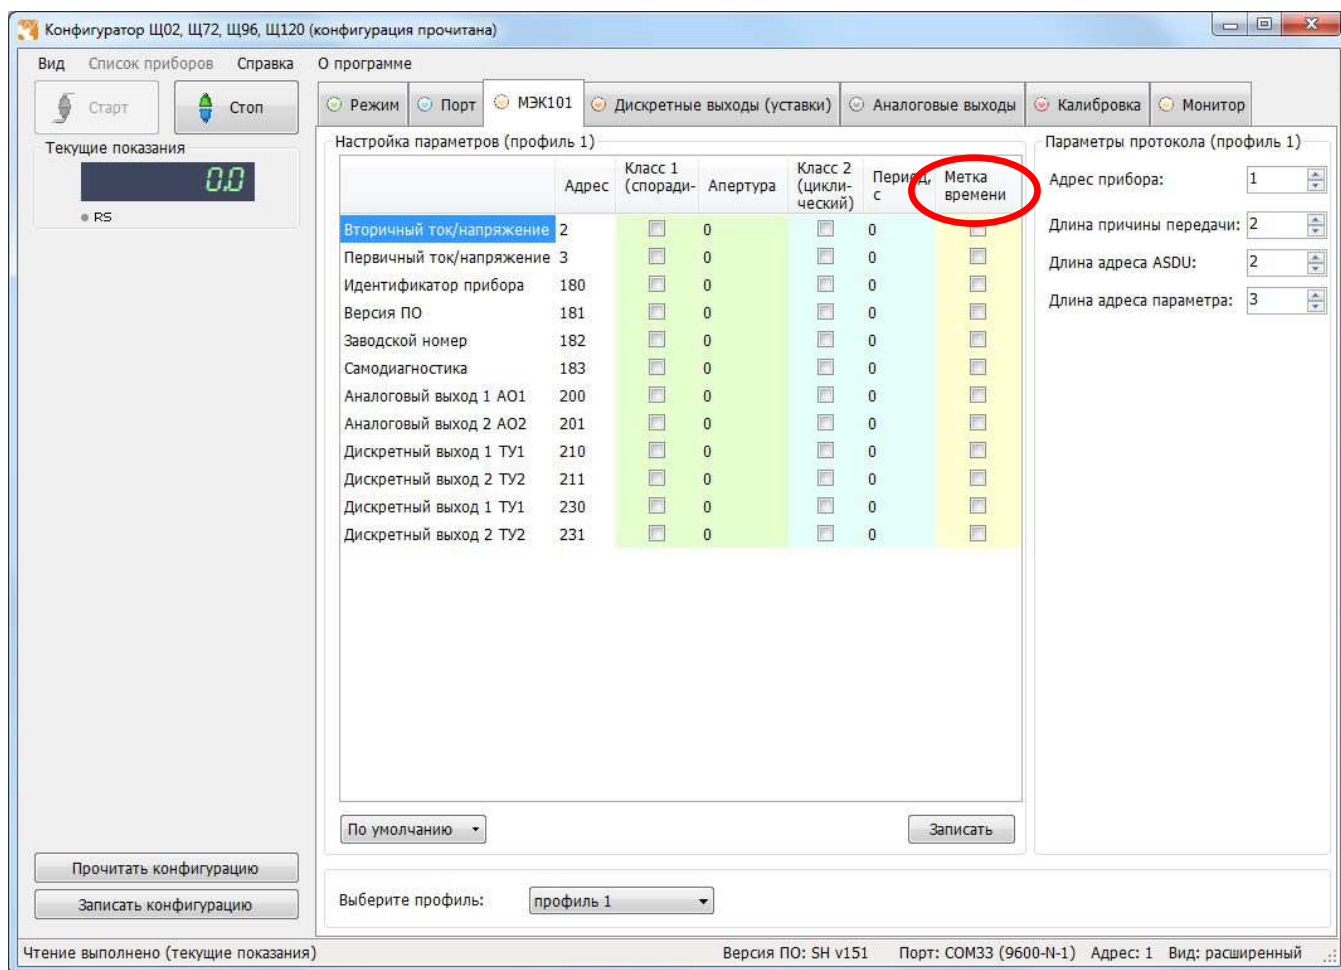

Рисунок 7 – Конфигурирование параметров по ГОСТ Р МЭК 60870-5-101 (выбрана настройка по умолчанию)
3.8.5 Настройка алгоритма ГОСТ Р МЭК 60870-5-101-2006 осуществляются во вкладке «МЭК101» (рисунок 7).